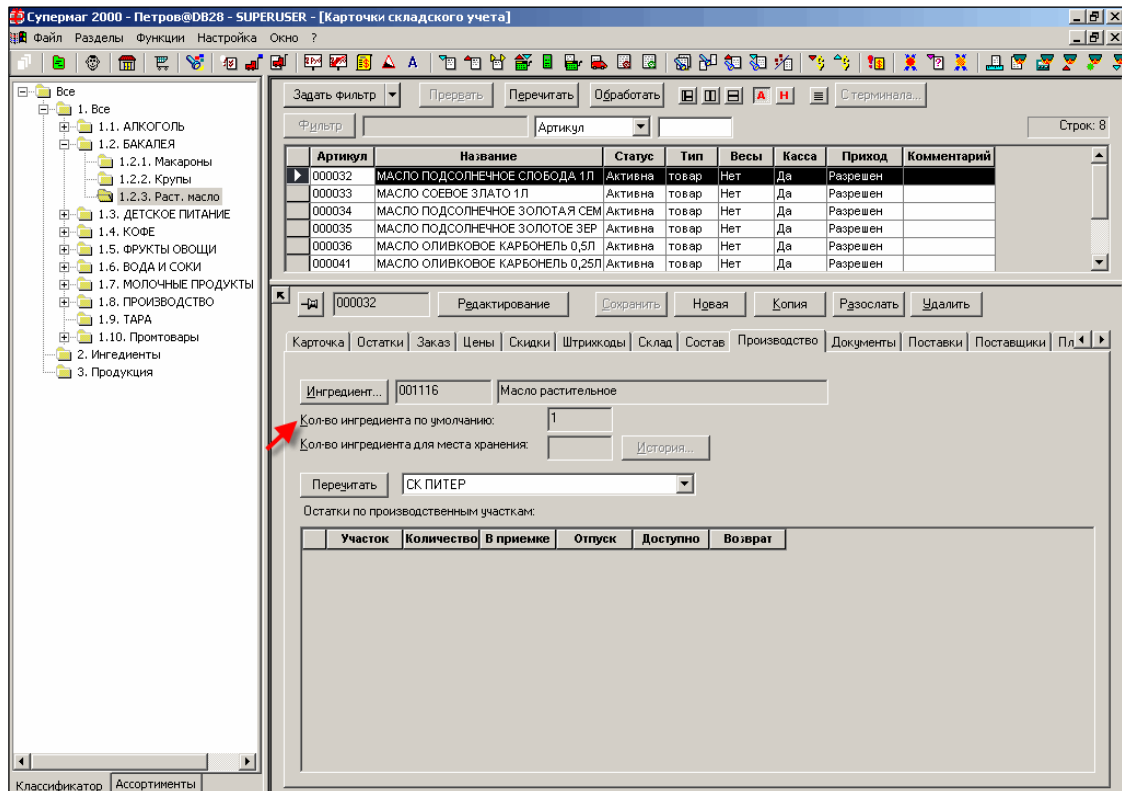

Рисунок 92 – Карточка, закладка «Производство»
- для выбранного товара в режиме **Редактирование** карточки перейти на закладку **Производство** (Рисунок 92) и нажать кнопку **Ингредиент**;
На закладке **Производство** карточки складского учета товара отображается следующая информация о связи с ингредиентом (см. Рисунок 92):